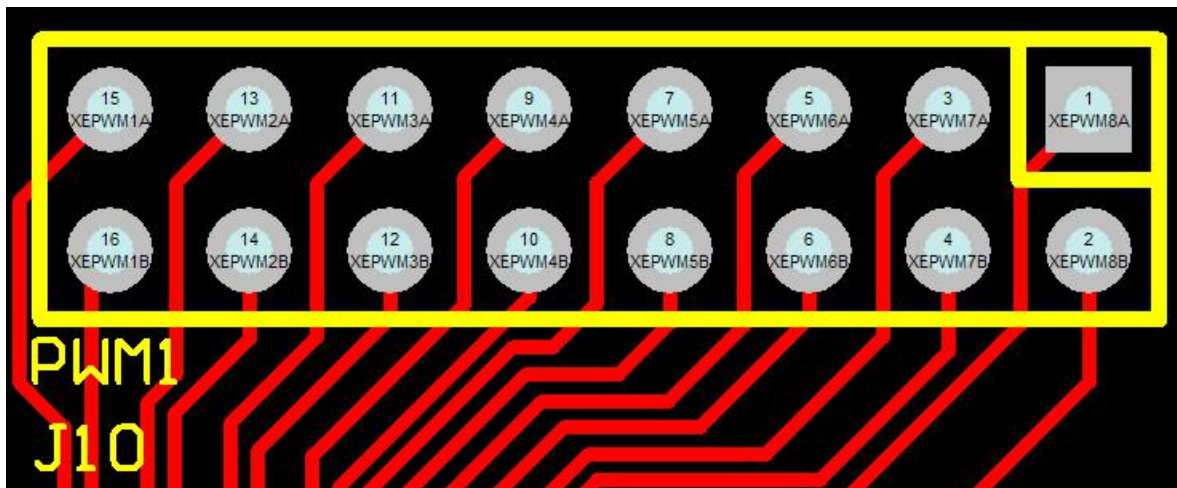

图 3-12-2
(4) 添加工程, 并加载 lab13_ECAP_capture.out 文件；
(5) 在 CCS 工具栏中点击 Run->Resume……运行程序；
(6) 将杜邦线一端接 J9 的 10 脚 SP1STEAn(复用 eCAP1)，另一端接 J10 的 11 脚, 如下图 3-12-2 所示：